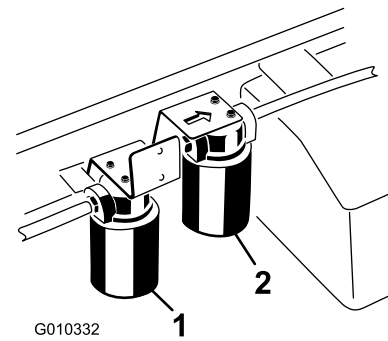

Figure 68
- Placez un bac de vidange sous le filtre et enlevez le filtre (Figure 68).
1. Nettoyez la zone autour de la surface de montage du filtre grand débit (Figure 68).